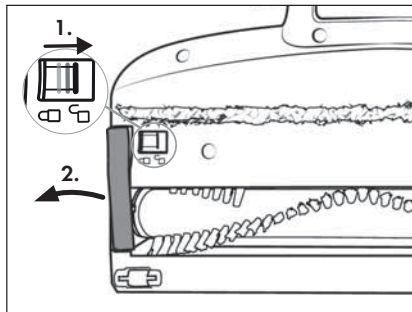

Fig. 29
- 2) Deblocați peria rotativă 21 prin glisarea dispozitivului de blocare a periei rotative 19 cu degetul în direcția simbolului  (deschidere). Îndepărtați apoi suportul periei rotative 20 de la peria pentru podea 22 (a se vedea fig. 29).